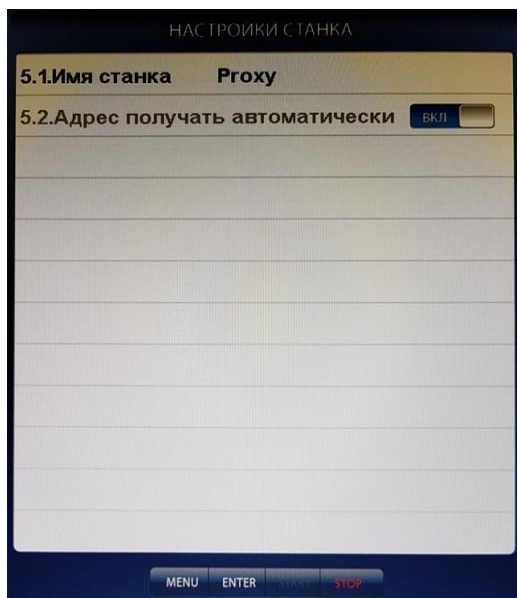

рис. 19.2
19.3. Настройка сети (рис.19.2).